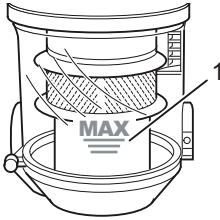

Abb. 20
■ Leeren Sie den Staubbehälter spätestens dann, wenn die aufgesaugte Staubmenge im Staubbehälter die „MAX“-Markierung (Abb. 20/1) erreicht hat.